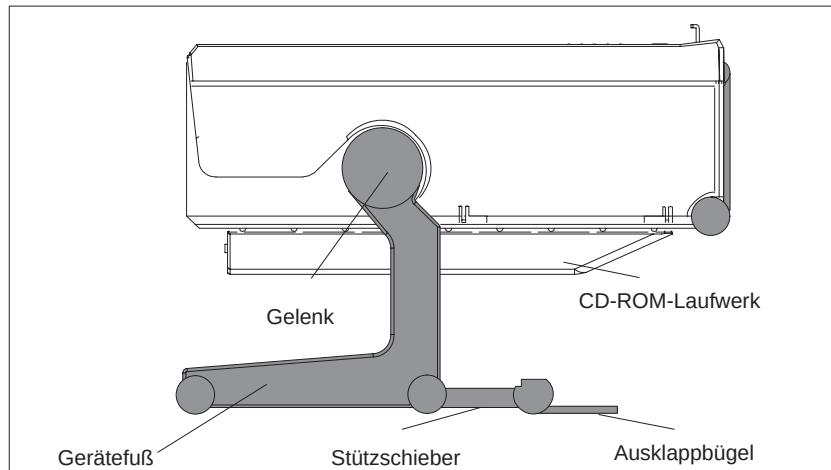

Bild 2-4 Betriebslage waagrecht ohne Tastatur
2. Ziehen Sie den zusätzlichen Stützschieber (siehe Bild 2-4) aus dem hinteren Gerätefuß und klappen Sie bei Bedarf den Bügel aus dem Stützschieber heraus.
Bei abgenommener Tastatur besteht Kippgefahr. Bevor Sie die Tastatur abnehmen, ziehen Sie bitte den Stützschieber aus dem Gerätefuß (siehe Bild 2-4) und klappen Sie zusätzlich den Ausklappbügel heraus.